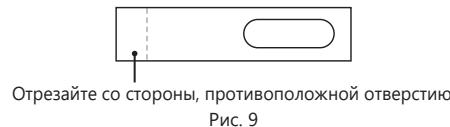

Рис. 9
Кронштейн был спроектирован для окон стандартного размера с вертикальными или горизонтальными ставнями, однако при необходимости вы можете обрезать его до желаемой длины (см. Рис. 9).
- При необходимости возможно обрезать кронштейн. Делать это необходимо со стороны, противоположной отверстию, согласно Рис. 9. Никогда не обрезайте кронштейн со стороны отверстия.